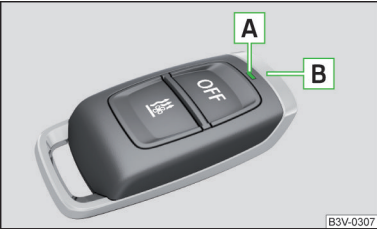

Fig. 165
**Descripción del mando a distancia » fig. 165**
La calefacción auxiliar se enciende / apaga presionando el botón. Para activar/desactivar lel mando a distancia, mantenga en posición vertical la antena **B** » fig. 165 hacia arriba. No cubrir la antena con los dedos o la palma.